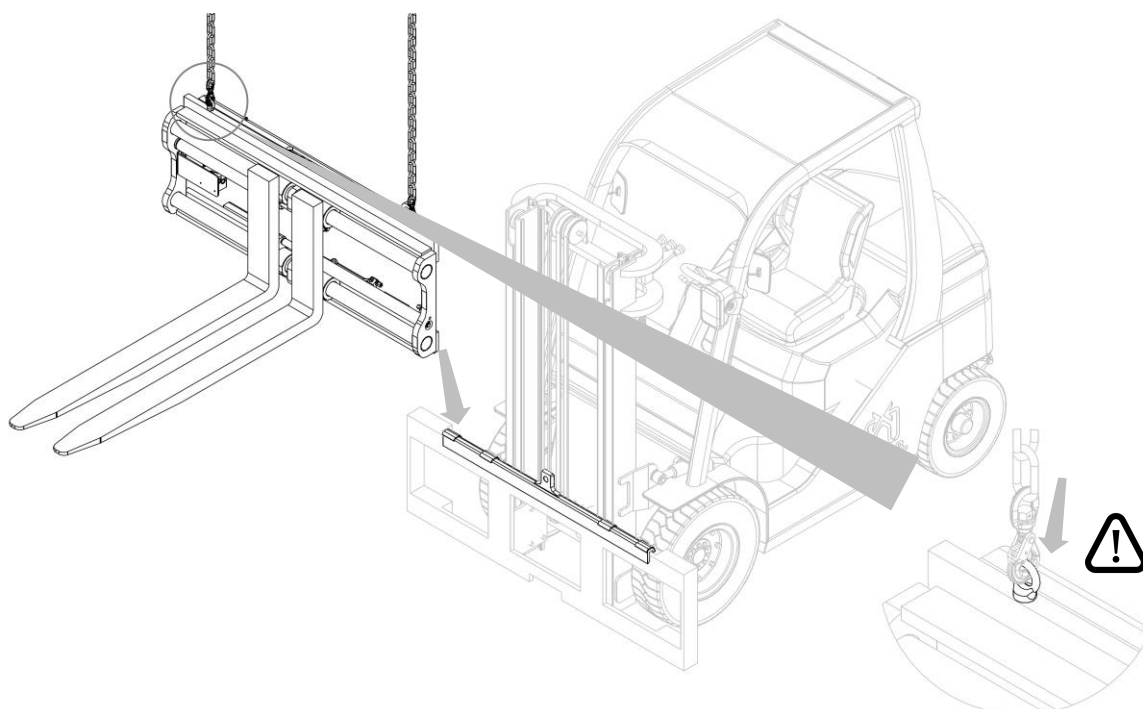

Figura 8
8. Per la movimentazione devono essere usati dei golfari, i quali devono essere avvitati negli appositi fori (vedi dettaglio *Figura 8*).
9. Con un carro ponte o un paranco di portata sufficiente posizionare l'attrezzatura sul doppio gancio, avendo cura di posizionarla in modo corretto (vedi *Figura 8*).